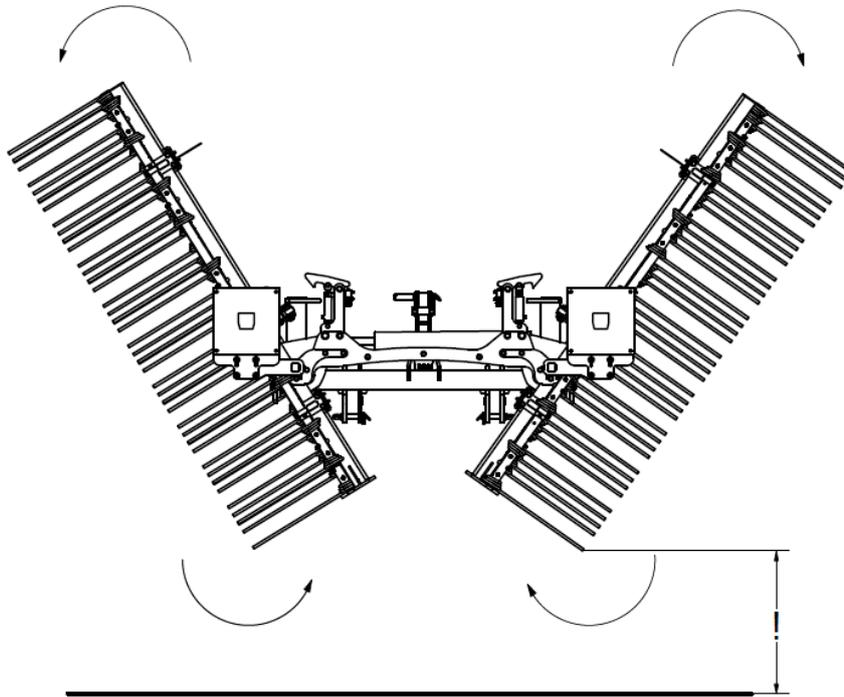

Abb. 12 Reihenfolge der Öffnung der Maschine: Öffnen der Maschine unter besonderer Berücksichtigung der Höhe der Armen vom Boden.
4. Achten Sie beim Öffnen der Flügelarme der Maschine darauf, dass die Enden der Arme auf der richtigen Höhe sind, damit sie nicht am Boden hängen bleiben (Abb. 12).